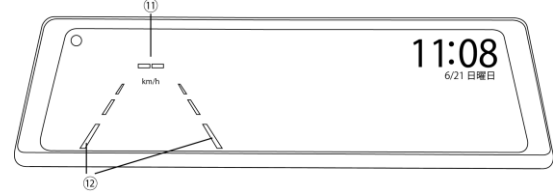

図 1 7
- ①液晶表示切替アイコン : アイコンをタッチすると、走行モード画面に切り替わります (図 1 7 参照)。また、アイコンを 2 秒以上タッチすると、液晶表示をオフにすることができます。※液晶モニターをタッチすると、カメラ映像表示画面に戻ります。
- ②メニュー設定アイコン : アイコンをタッチすると、メニュー設定画面に切り替わります (『5, メニュー設定一覧』参照)。※メニュー設定画面へ切り替える際は、録画を停止する必要があります。
- ③ファイル再生アイコン : アイコンをタッチすると、microSD カード内に記録したファイルの再生画面に切り替わります (『●ファイルの再生』を参照)。※再生画面へ切り替える際は、録画を停止する必要があります。
- ④録画開始/停止アイコン : アイコンをタッチすると録画の開始/停止を操作できます。